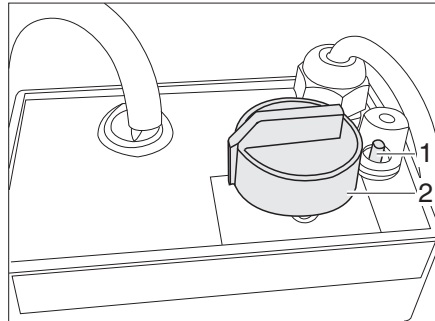

Bild 217 Regler für elektrische Fußbodenheizung
- Den Drehregler (Bild 217,2) auf die gewünschte Heizstufe drehen.
- Den Drehregler (Bild 217,2) auf Stellung "0" drehen.
Wenn der Regler überlastet wird, spricht der Überlastungsschutz an. Der Stift (Bild 217,1) springt heraus.
- Den Stift (Bild 217,1) am Überlastungsschutz eindrücken, wenn der Regler abgekühlt ist.